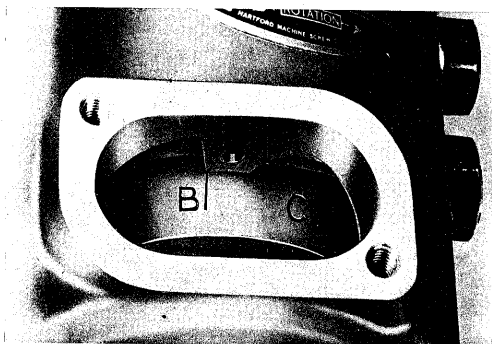

Fig. 15. Indstillingsmærker under C.A.V. pumpens plomberede dæksel.
5. Hvis indstillingen er korrekt, skal B-linien (fig. 15) som vist flugte med den skarpt afskårne ende af fjederringen, samtidig med at 24°-mærket befinder sig midt i inspektionshullet.
7. Spænd pumpens møtrikker og kontroller påny at B-linien flugter med fjederringens skarpt afskårne ende, som vist i fig. 15.